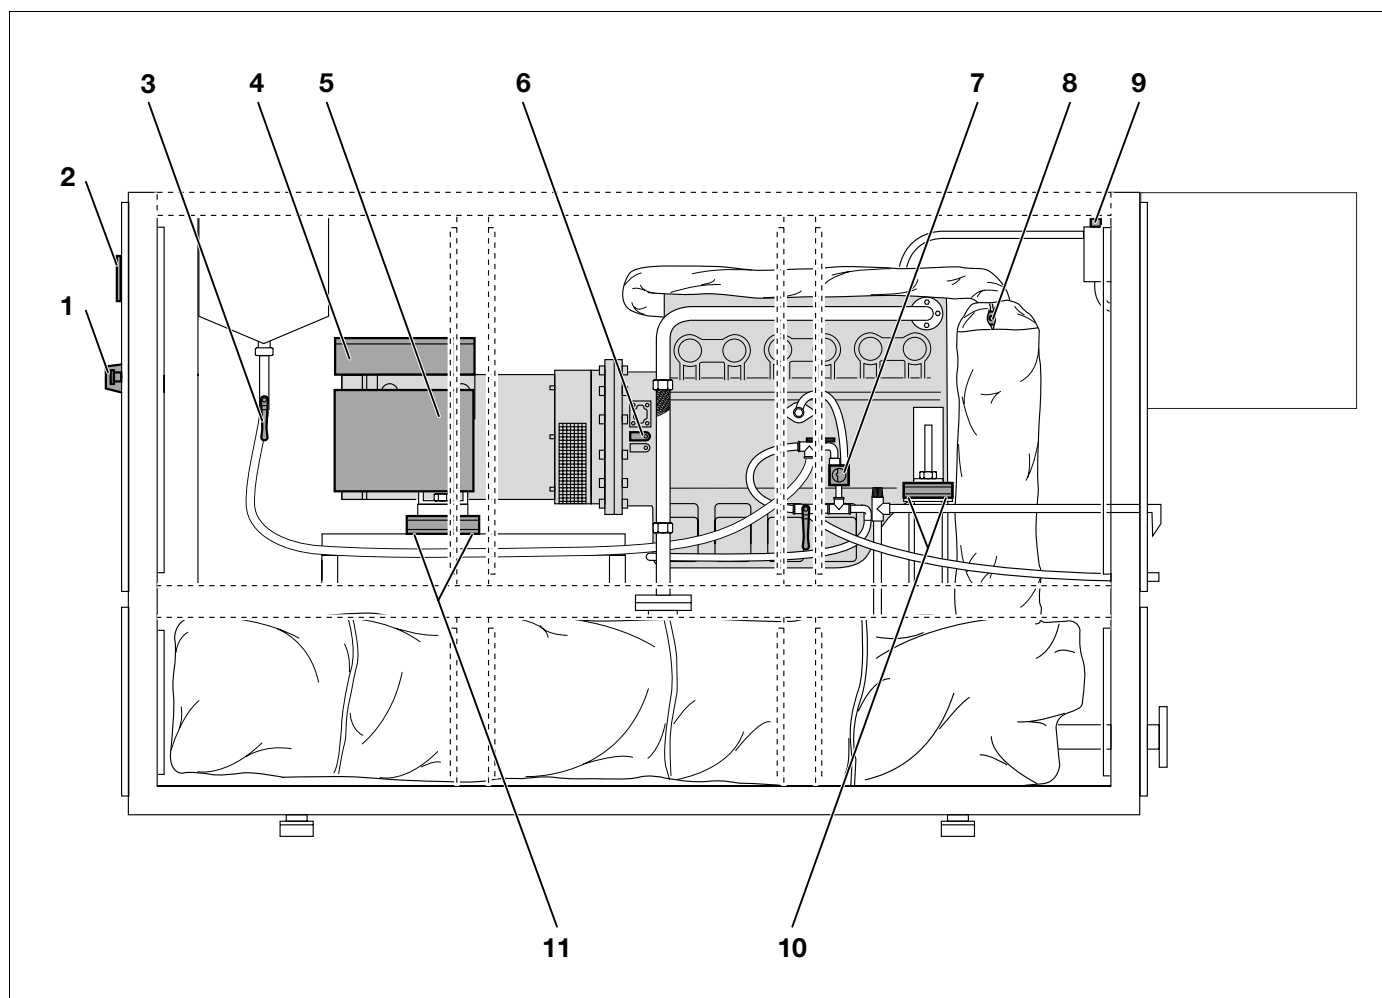
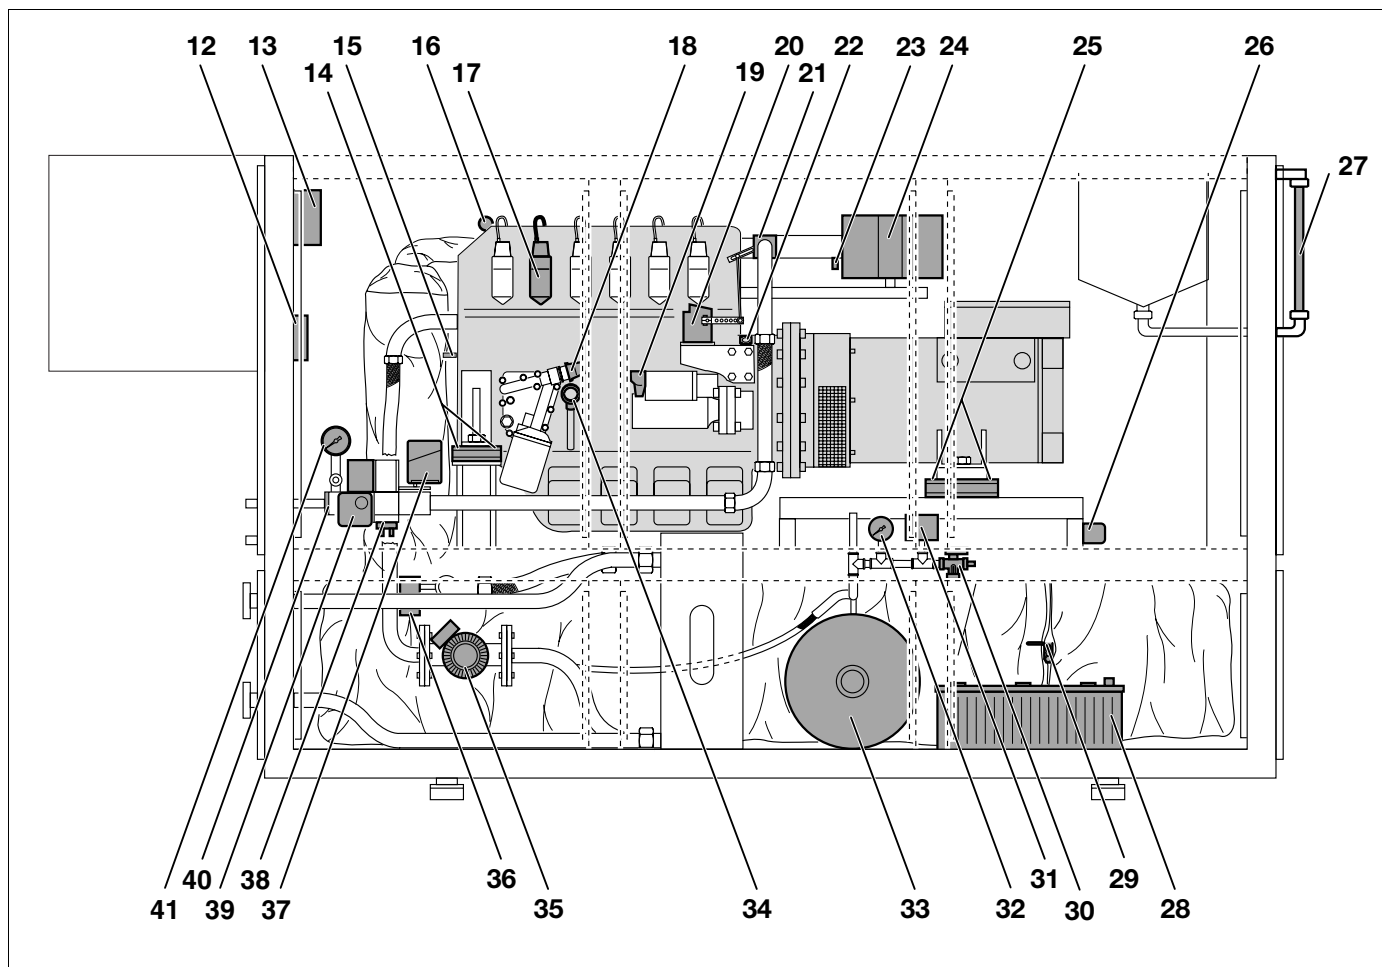

Рис. 36 Принципиальная схема расположения точек замеров и настроек на модулях блок-ТЭС Loganova E 0824 DN-40 и E 0826 DN-60 (вид справа)
Рис. 37 Принципиальная схема расположения точек замеров и настроек на модулях блок-ТЭС Loganova E 0824 DN-40 и E 0826 DN-60 (вид слева)
**Экспликация к рис. 36**
(продолжение см. рис. 37)
Экспликация к рис. 37 (продолжение рис. 36)